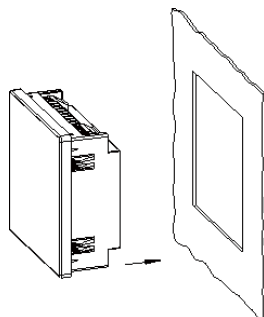

Figura 2: Insertar el equipo.
2.- Insertar el equipo, desde el exterior, en el corte de panel (**Figura 2**).